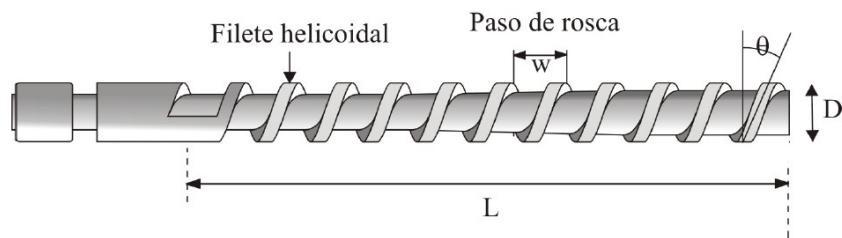

Figura 17: Tornillo de una extrusora
"El tornillo o husillo consiste en un cilindro largo rodeado por un filete helicoidal (*Figura 17*). El tornillo es una de las partes más importantes ya que contribuye a realizar las funciones de transportar, calentar, fundir y mezclar el material. La estabilidad del proceso y la calidad del producto que se obtiene dependen en gran medida del diseño del tornillo. Los parámetros más importantes en el diseño del tornillo son su longitud (L), diámetro (D), el ángulo del filete ( $\theta$ ) y el paso de rosca (w). " [23]. Otros parámetros relevantes son el ancho y altura de filete.